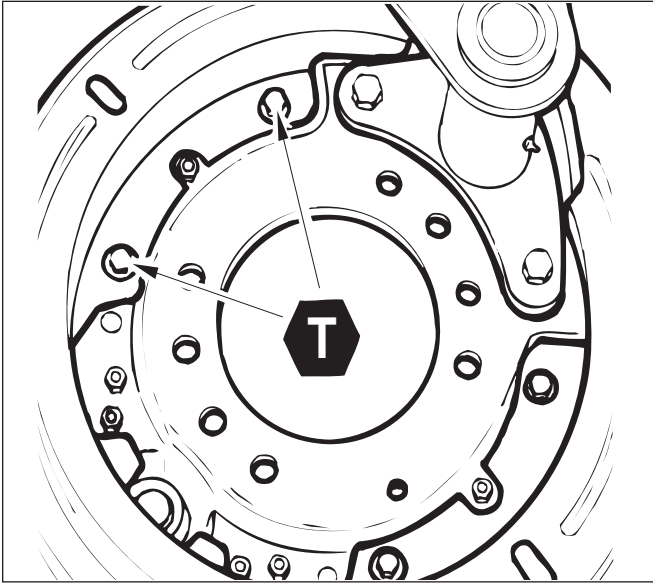

Figure 48 – Emplacement des vis de fixation
2. Serrer les vis de fixation au couple conforme; cf. *Tableau des normes de serrage et Figures 48 et 49.*